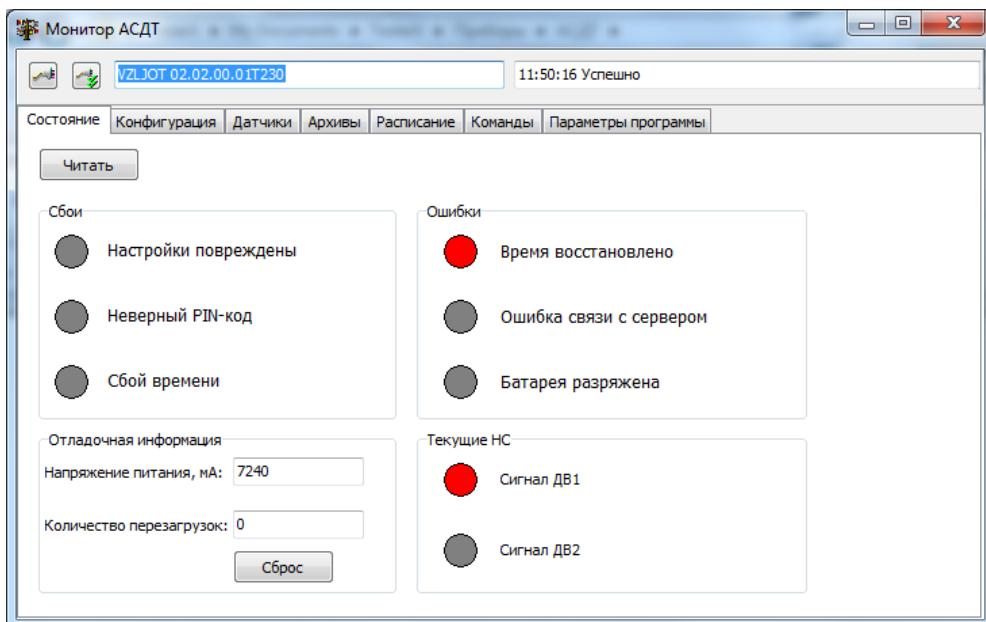

Рис.10. Вид вкладки «Состояние».
3.2.3. Просмотр данных о нештатных ситуациях в работе ПД возможен на вкладке состояния (рис.10).